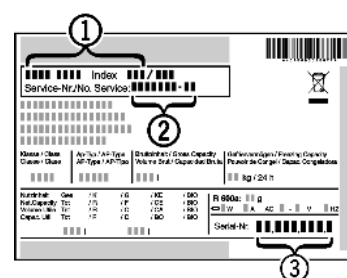

Fig. 14
- ▶ Gerätebezeichnung *Fig. 14 (1)*, Service-Nr. *Fig. 14 (2)* und Serial-Nr. *Fig. 14 (3)* vom Typenschild ablesen. Das Typenschild befindet sich an der linken Geräteinnenseite.
- ▶ Den Kundendienst benachrichtigen und den Fehler, Gerätebezeichnung *Fig. 14 (1)*, Service-Nr. *Fig. 14 (2)* und Serial-Nr. *Fig. 14 (3)* mitteilen.